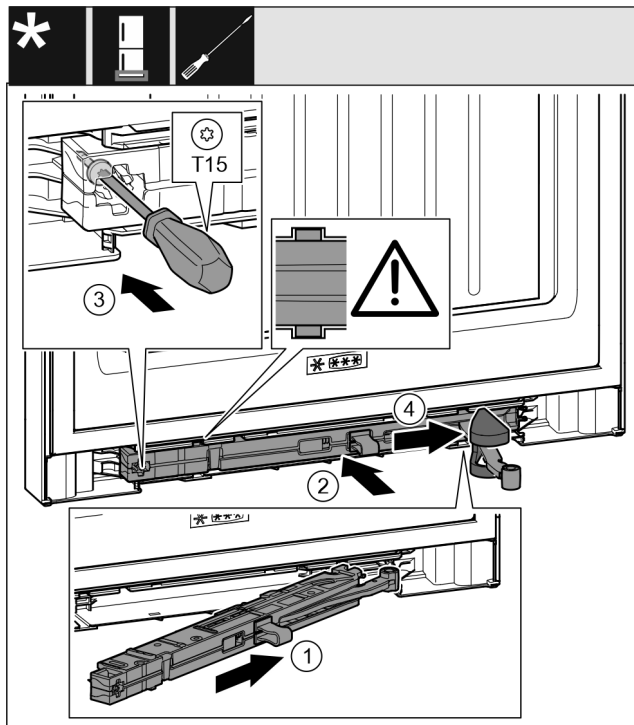

Fig. 44
- Introduire à fond l'amortisseur de fermeture du côté du support de palier dans la rainure en l'inclinant. Fig. 44 (1)
- Enfoncez complètement l'amortisseur de fermeture dans la rainure. Fig. 44 (2)
- Serrer la vis avec un tournevis T15. Fig. 44 (3)
- Pousser le cache sur la charnière. Fig. 44 (4)